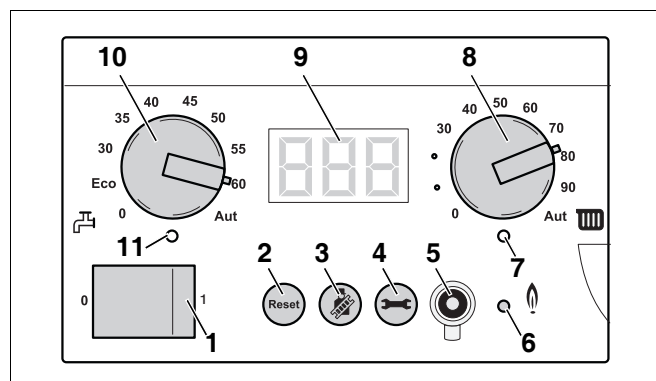

Fig. 114 Basiscontroller BC10
- Tænd for varmeanlægget på panelafbryderen på Basiscontroller Logamatic BC10 (fig. 114, pos. 1).